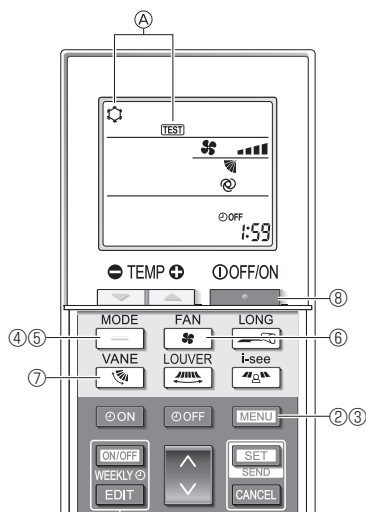

Fig. 8-5
- ① Tænd for strømmen til enheden mindst 12 timer før testkørslen.
- ② Tryk på [MENU]-knappen i 5 sekunder. (Fig. 8-5)
A [TEST] og den aktuelle funktionsmåde vises. (Fig. 8-5)